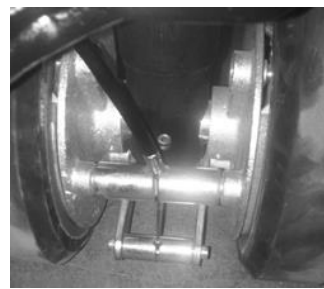

Afb. 11 Voetrem
Om de rem in te schakelen, trapt u op de zijde "VERGRENDELEN" van de remplaat (afb. 11, pos. 345) totdat de hoek 45° is. Om de rem vrij te zetten, trapt u op de zijde "VERPLAATSEN" van de remplaat (afb. 11, pos. 345) totdat deze in horizontale positie staat.